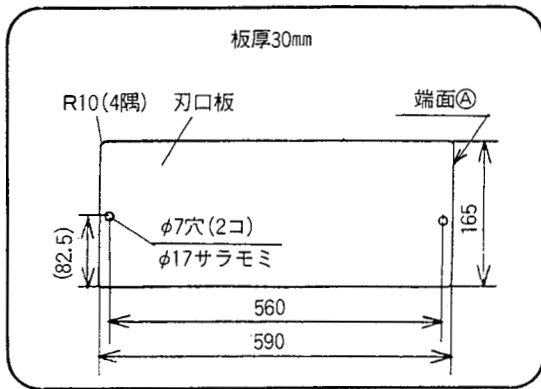
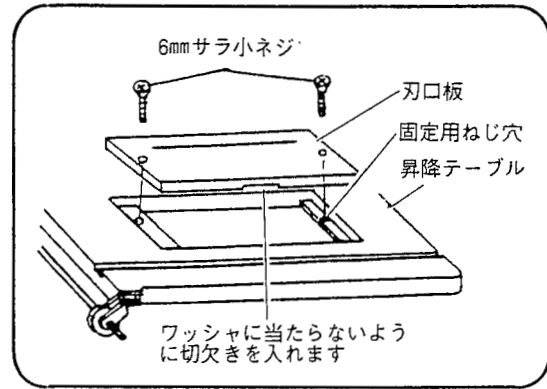
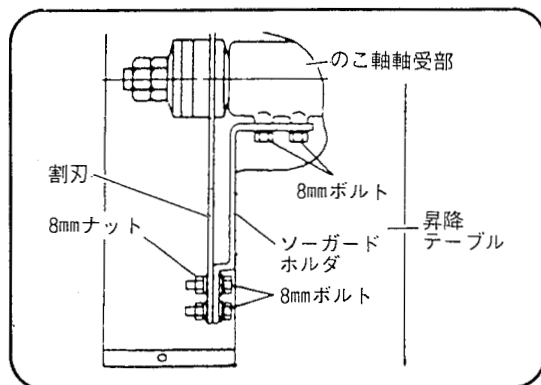

図 36
図 37
図 38
- (1) 昇降テーブルの刃口部に合わせて刃口板を準備します。（図 36）
- (3) ソーカバーをあけ付属の両口スパナ（13mm）でソーガードホルダをはずします。（図 38 参照）
- (4) 別売部品の405mmチップソーを別途お買い求め、のこ軸に取付けます。（34 ページ「のこ刃の取付け・取りはずし」の項参照）
- (5) 刃口板を付属の6mmサラ小ネジで昇降テーブルに取付けます。（図 37）
- (6) 昇降盤用スイッチを「のこ刃」側に入れのこ刃をまわし、昇降テーブルを下げながら刃口板にのこ溝を入れます。
- (7) 刃口板をはずし割刃が入るように手のこで端面 ㉠ (図 36 参照) から 50mm の寸法になるよう溝を長くします。
- (8) 再度刃口板を昇降テーブルに取付けます。
- (1) 割刃とソーガードホルダに割刃を 8 mm ボルトと 8 mm ナットで取付けます。(図 38, 39) このとき、のこ刃と割刃の位置が一直線になるようソーガードホルダ取付け用 8 mm ボルトを付属の両口スパナ (13mm) でゆるめ、調整します。調整後はボルトをしっかり締めてください。またのこ刃の外周と割刃のすきまが 12mm 以内になるよう調整してください。割刃は、付属の両口スパナ (13mm) でボルトをゆるめて調整します。調整後は、ボルトをしっかり締めてください。
- (1) 刃口板（図 37 参照）をはずし昇降テーブルを下げ、ソーカバー（図 1-イ参照）を開きます。